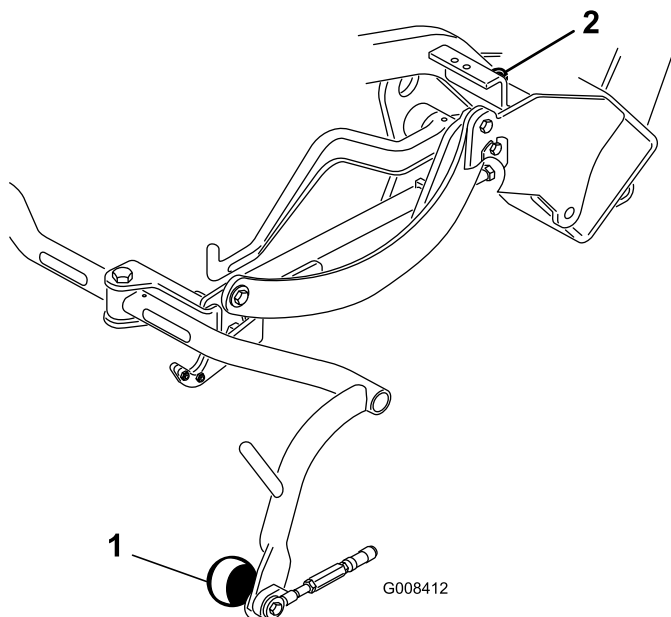

Figura 9
- Si se requiere un ajuste, afloje la contratuerca del tornillo del tope del bastidor de tiro (Figura 9) y gire el tornillo en uno u otro sentido para elevar o bajar el bastidor de tiro. Apriete la contratuerca después de realizar el ajuste.